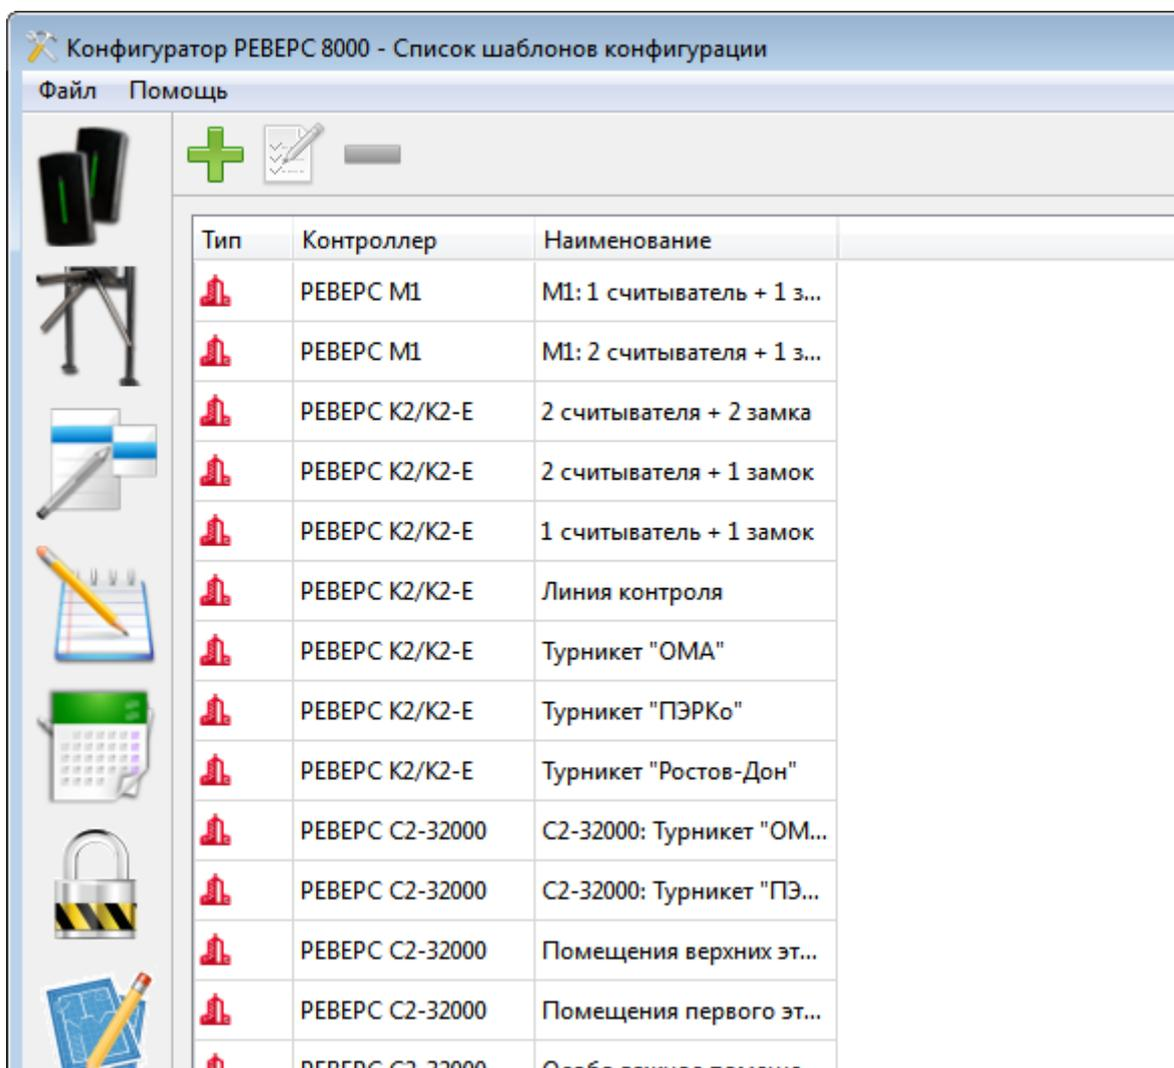

Рис. 23
При помощи кнопки  вызовите страницу «Список шаблонов конфигурации» (Рис. 23).
- Выберите наиболее похожий предустановленный шаблон, в этом случае – «1 считыватель + 1 замок». Выберите этот шаблон в списке (Рис. 23) и нажмите